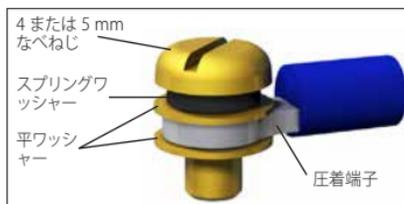

図 7.5.1
**△ 接続の緩みや圧着端子との接触が不十分になることを防ぎ、確実な電氣的接続を行うために、図 7.5.1の通りワッシャーを使用して下さい。スプリングワッシャーはしっかり押し付けられるようにねじを締め付けて下さい。締め付けトルクは1.5Nm (1.1 lbf.ft)を超えないようにして下さい。**